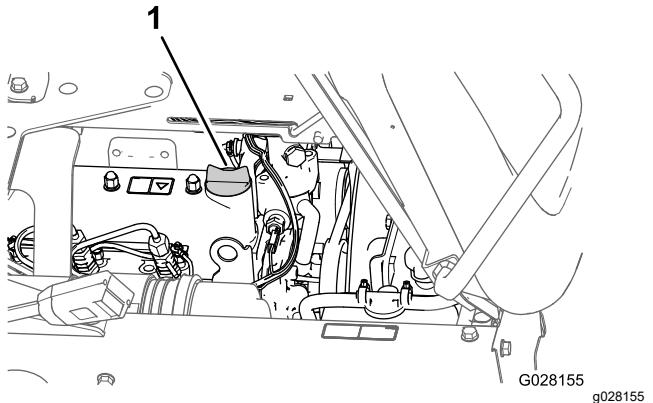

Figure 74
- Si le niveau est trop bas, enlevez le bouchon de remplissage du couvre-culasse et versez la quantité d'huile nécessaire dans le goulot de remplissage pour faire monter le niveau jusqu'au repère maximum sur la jauge (Figure 74).